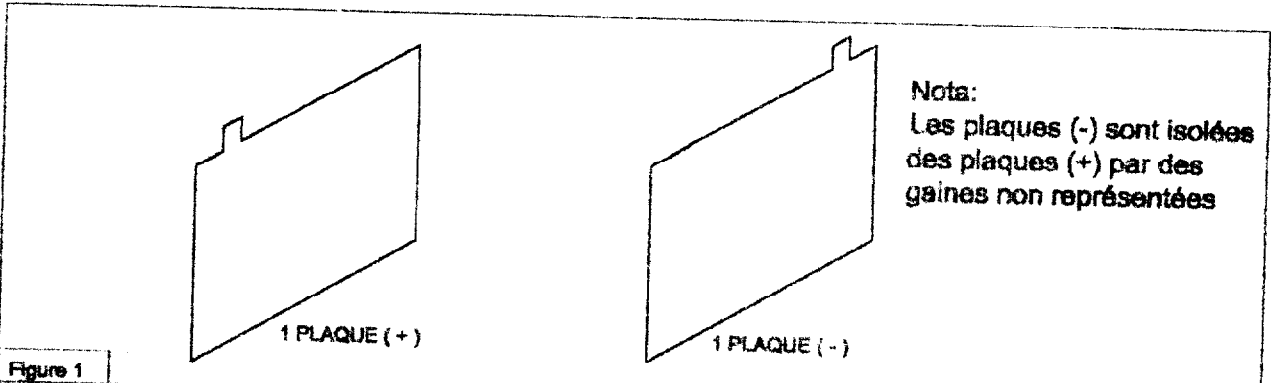

Figure 1
- Chaque élément comporte des plaques (+) et des plaques (-). Ces plaques sont rectangulaires (voir figure 1).